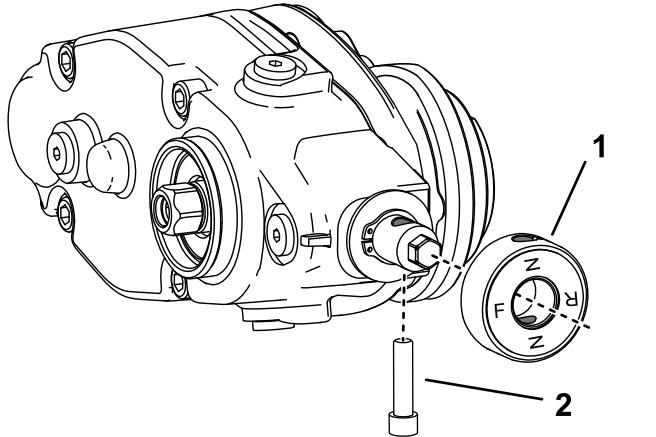

Figura 8
- Se state montando il groomer sul lato sinistro della macchina, eseguite i seguenti passaggi (Figura 8):